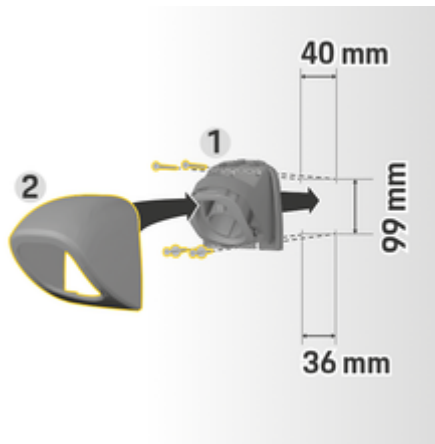

Рис. 118 Размеры под отверстия
1. Извлеките крепление соединителя 1 (Рис. 118) из кожуха 2 (Рис. 118).
4. Привинтите крепление для штекера 1 (Рис. 118) к стене.
5. Наденьте кожух 2 (Рис. 118) на крепление соединителя снизу 1 (Рис. 118) и прижмите его сверху.